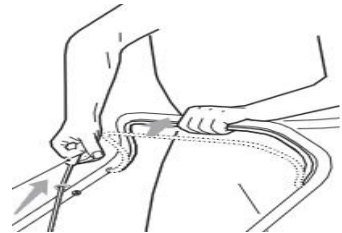

Fig. 11C
3. Saisissez la poignée du démarreur et tirez fermement le câble du démarreur pour démarrer le moteur, à ce stade, la lame tourne avec le moteur à essence ; Fig.11C